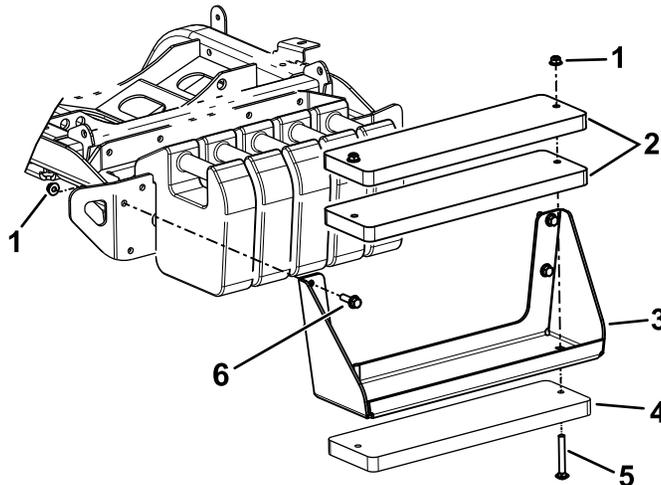

图 22
**注意** 请参阅图 22 了解这些步骤。
- A. 使用螺栓  $\frac{3}{8}$  x 4 英寸和螺母  $\frac{3}{8}$  英寸将 3 个配重块固定到支架上 图 22。
- B. 使用六角头螺栓和螺母包含在套件中将配重块支架固定到机器上 图 22。
- A. 从机器上卸下配重块支架 图 22。
- C. 使用螺栓  $\frac{3}{8}$  x 4 英寸和螺母  $\frac{3}{8}$  英寸将 3 个配重块固定到支架上 图 22。
- D. 使用之前卸下的五金件将配重块支架固定到机器上 图 22。